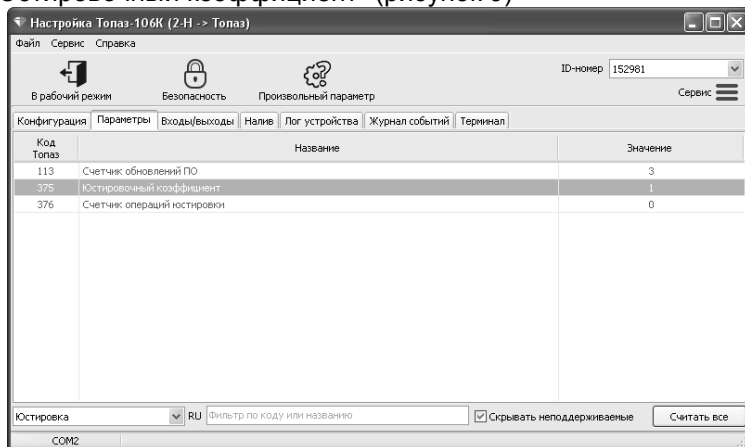

Рисунок 9
- г) на вкладке программы "Параметры" выбрать параметр с кодом 375 "Юстировочный коэффициент" (рисунок 9)